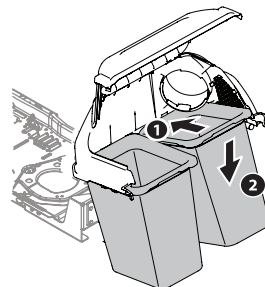

Figura 11
7. Instale ambos conjuntos de bolsas (964-05104) en las ménsulas de soporte de bolsa insertando primero el borde delantero, como se ve en Figura 11, y bajando el borde posterior hasta que calce en el conjunto (2).